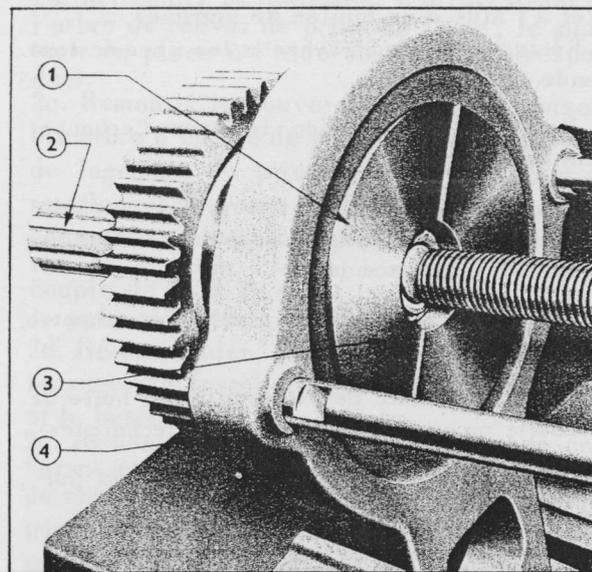

Fig. 12 = Depose du Roulement encasté d'Arbre de Sortie secondaire
i) Disposer les adaptateurs T.7000-12 autour de la cage intérieure du roulement avant, puis monter le tout sur l'Outil principal T.7000 (voir Fig. 12). Exercer une pression sur l'extrémité antérieure de l'arbre en serrant la vis centrale de l'outil, puis retirer la cage intérieure de roulement.